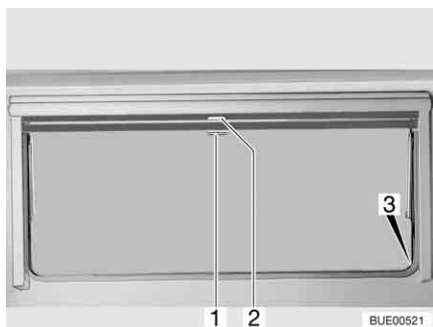

Fig. 106 Janela de projetar
- Puxe para baixo o estore opaco no manípulo (Fig. 106,2). Quando o estore opaco está completamente fechado, prenda-o de ambos os lados no fixador (Fig. 106,3) na moldura da janela.
- Quando o estore opaco está completamente fechado: Empurre o manípulo (Fig. 106,2) para baixo, puxando-o ao mesmo tempo um pouco para dentro. Desprenda o estore opaco dos fixadores no lado esquerdo e no lado direito na moldura da janela.
- Quando o estore opaco se encontra em posição intermédia: Puxe o manípulo (Fig. 106,2) um pouco para baixo até o fixador ficar solto.
- Puxe para baixo a mosquiteira com o manípulo (Fig. 106,1) e pendure ambos os lados no fixador (Fig. 106,3) na moldura da janela.
- Empurre o manípulo (Fig. 106,1) para baixo, puxando-o ao mesmo tempo um pouco para dentro. Desprenda a mosquiteira dos fixadores no lado esquerdo e no lado direito na moldura da janela.